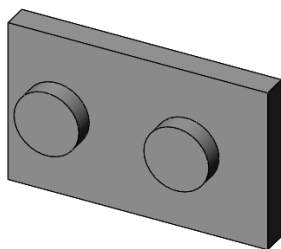

图 5-9 移动/复制实体特征
- [5] 单击【确定】按钮，移动/复制实体特征，如图 5-9 所示。